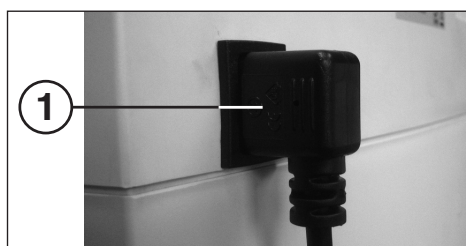

Fig. 2
- Stekker (1) van het apparaat in een stopcontact steken (voor gegevens m.b.t. de noodzakelijke zekering voor het stop-contact zie „TECHNISCHE GEGEVENS“).
- 1 = **Stekker (Fig. 2)**